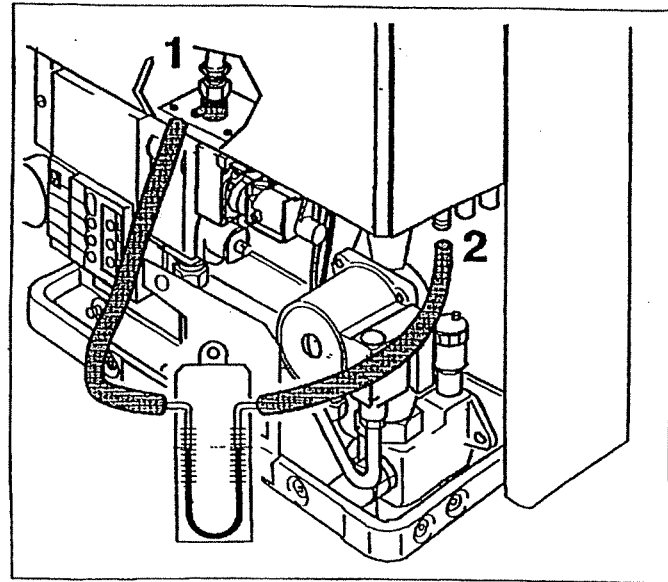

Fig. 31 Nipples di misura della pressione del bruciatore
- ◆ Aprire di due giri il tappo a vite del nipples di misura (Fig. 31, punto 1).
- ◆ Aprire di due giri il tappo a vite del punto di misura di compensazione (Fig. 31, punto 2).